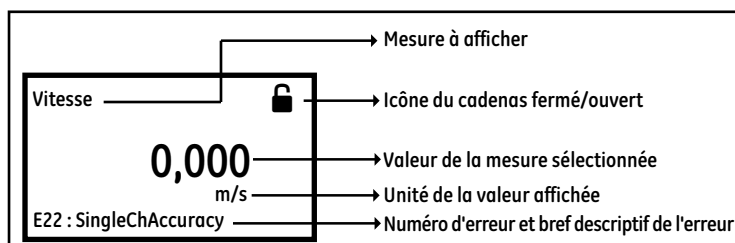

Figure 33 : Affichage de mesure
Après la mise sous tension, si l'*Affichage de mesure* (voir Figure 33) fait apparaître en haut à droite une icône de cadenas  procédez comme suit pour déverrouiller le clavier du débitmètre.
- Et enfin, l'*Affichage de mesure* (voir Figure 33)
Cet écran (voir Figure 33) sera désigné par l'expression « *Affichage de mesure* » tout au long de ce chapitre. Sur cet écran, l'utilisateur peut choisir la mesure à afficher parmi une liste d'options. Le témoin d'erreur en bas à gauche de l'écran est vierge si le débitmètre ne présente pas d'erreur.